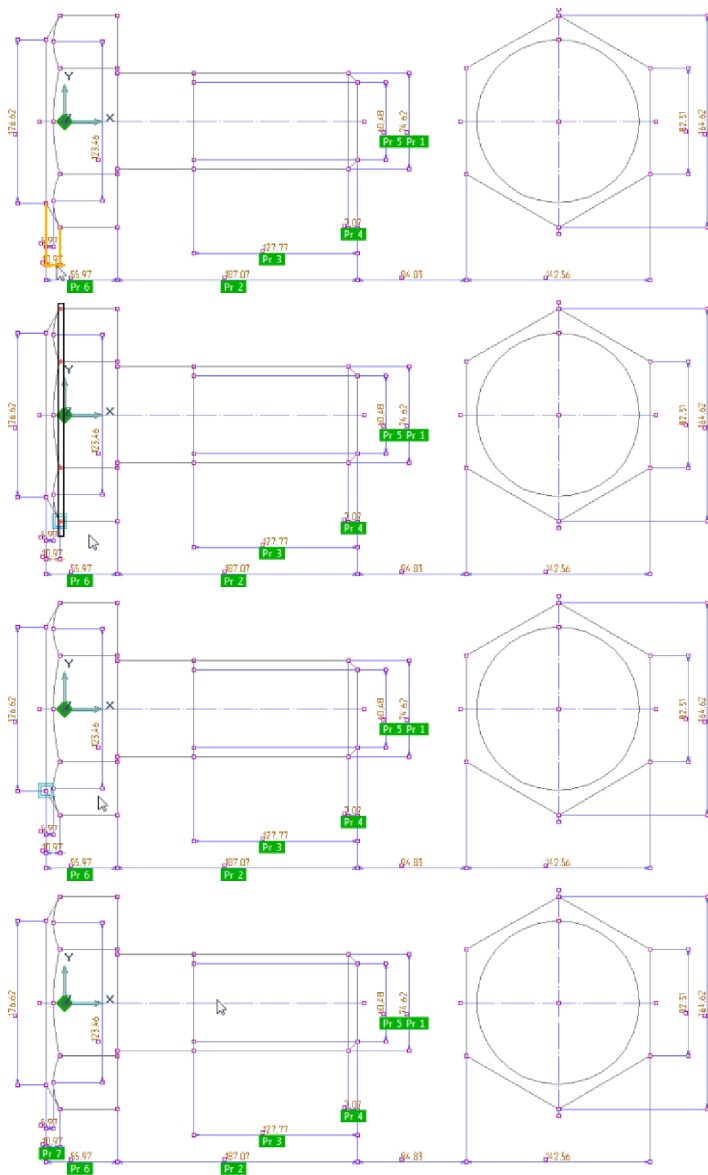

Рисунок 14. Создание ПРМ 7
- Далее будет меняться размер, отвечающий за фаску на головке болта. Схема назначения узлов представлена на Рис. 14.